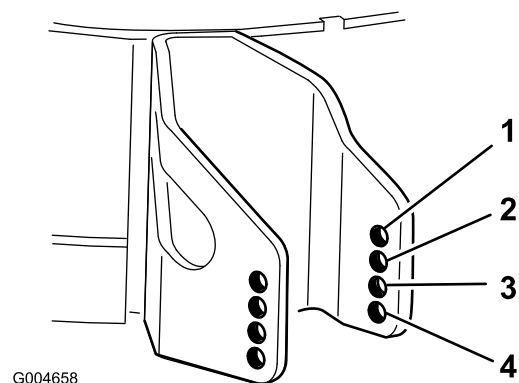

Figure 25
4. Choisissez le trou qui convient pour que le galet anti-scalp se trouve le plus près possible de la hauteur de coupe correspondante voulue (Figure 25).